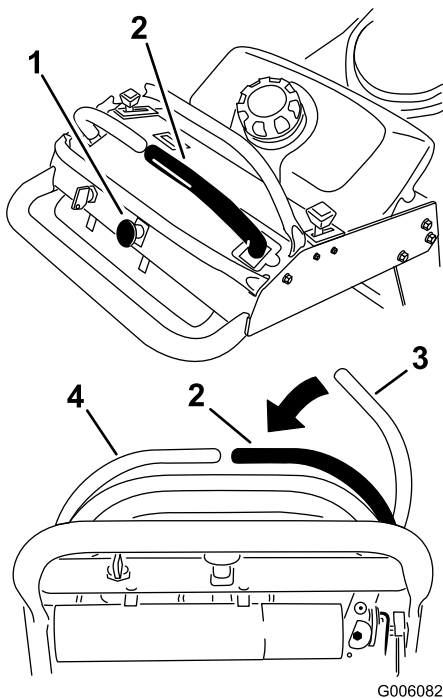

Figura 6
1. Para engranar las cuchillas del cortacésped, mueva la palanca de control de movimiento derecha a la posición central, desbloqueada (Figura 6).